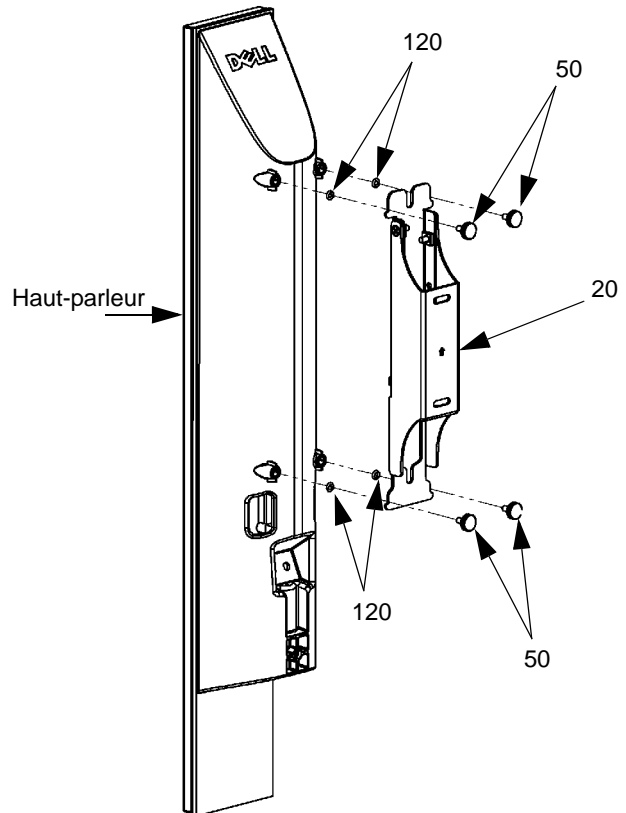

Figure 13. Installer le haut-parleur avec quatre vis à tête moletée
1. Installez les quatre vis à tête moletée (60) dans les trous filetés sur le haut-parleur. A ce niveau, ne serrez pas les vis à tête moletée. (Voir la Figure 13).